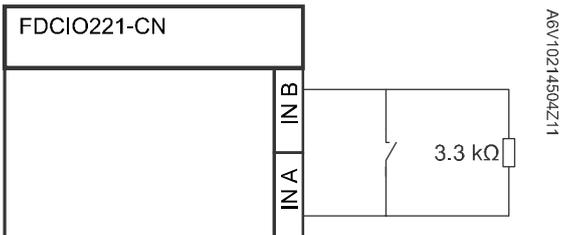
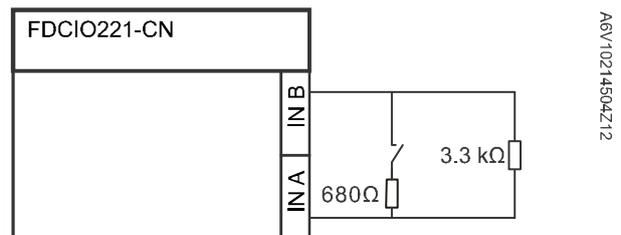

图 8
图 9
- 开路监视：图 8
- 开路/短路监视：图 9
3. 连接终端电阻 (图 8 和图 9)。终端电阻随产品发货。